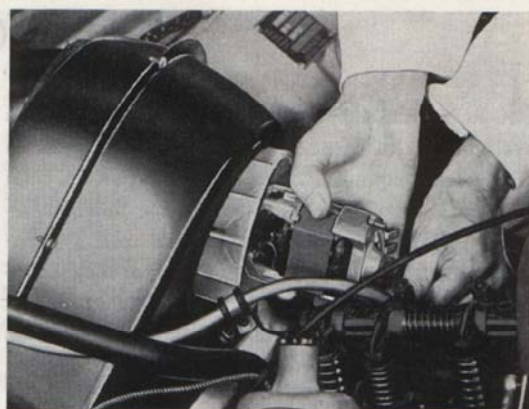

Bild 111. Demontering av bilvärmarens fläktmotor
3. Lossa de sex skruvarna som håller fläktmotorns lock vid radiatorkåpan. Lossa även de två muttrar som håller locket vid fläktmotorn. Tag bort locket och därefter fläktmotorn, se bild 111.